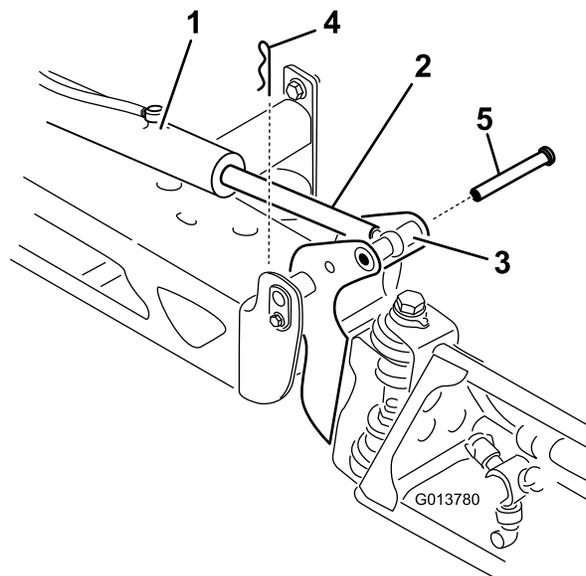

Figura 65
2. Togliete la coppiglia dal perno di articolazione (Figura 65).
3. Sollevate la barra, rimuovete il perno (Figura 65) e lentamente abbassate a terra la barra.
7. Tenendo la barra, inserite il perno attraverso il perno della barra e l'asta dell'attuatore (Figura 65).